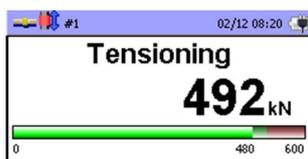

Рис. 51: Дисплей панели управления
⇒ Достигнутое растягивающее усилие находится в окне допуска, на панели управления (BE) отображается Рис. 51.